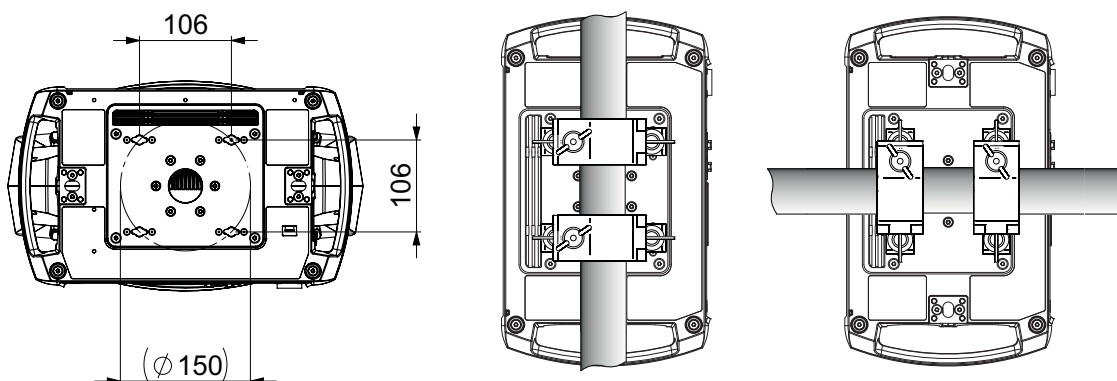
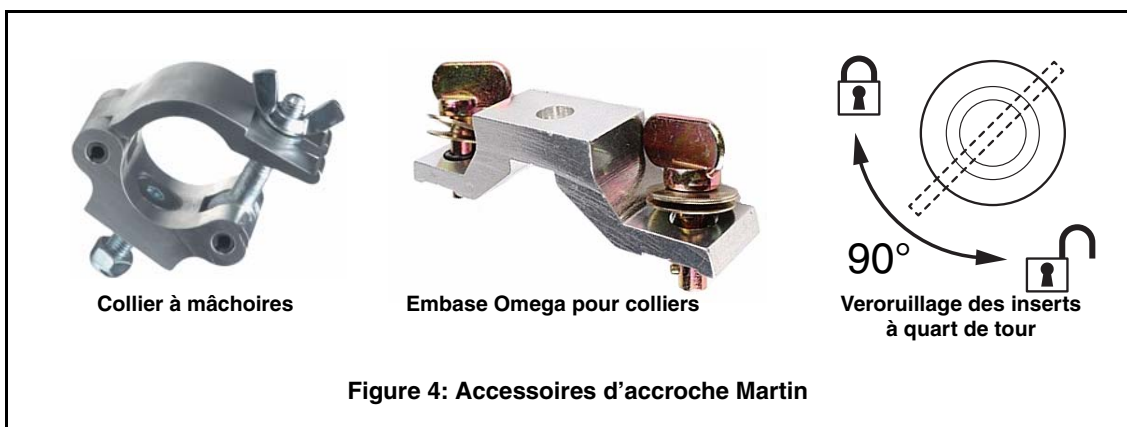

Figure 3: Positions des embases pour crochets
Figure 4: Accessoires d'accroche Martin
Le MAC Allure™ Profile peut être fixé à une surface comme la scène ou accroché à une structure dans n'importe quelle position. Les crochets doivent impérativement être à mâchoires (voir Figure 4), enserrant complètement le tube porteur, si le projecteur n'est pas accroché en douche, cas dans lequel tout type de crochet adapté au poids de l'appareil convient.
Les points de montage permettent d'orienter les embases parallèlement ou perpendiculairement au tube comme indiqué Figure 3.
3. Voir Figure 3 en page 11. Alignez le premier ensemble crochet - embase avec les deux trous de fixation dans la base et engagez les deux inserts à quart de tour. Voir Figure 4. Tournez complètement les inserts de 90° dans le sens horaire pour les bloquer. Répétez la même opération pour le second ensemble crochet - embase.